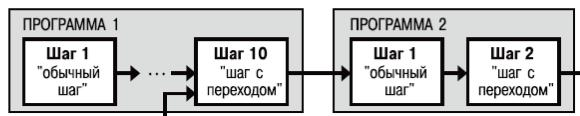

Рисунок 3.4 – Примеры Программ, которые можно реализовать с помощью различных типов Шагов
- Программу, состоящую более чем из 10 Шагов (рисунок 3.4, б, г);
- Программу, работающую по бесконечному циклу (рисунок 3.4, в, г).
Нециклическая Программа в приборе (рисунок 3.4, а, б) состоит из последовательности «обычных шагов» и «шагов с переходом», которая заканчивается Шагом типа «конец программы».